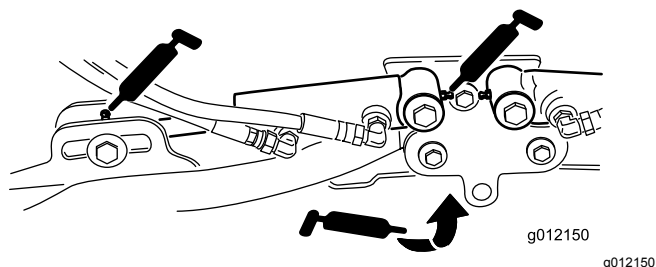

Bild 39
- Hubarmzylinder der Schneideinheit (2) (Bild 39)
- Hubarmgelenke (1) (Bild 39)